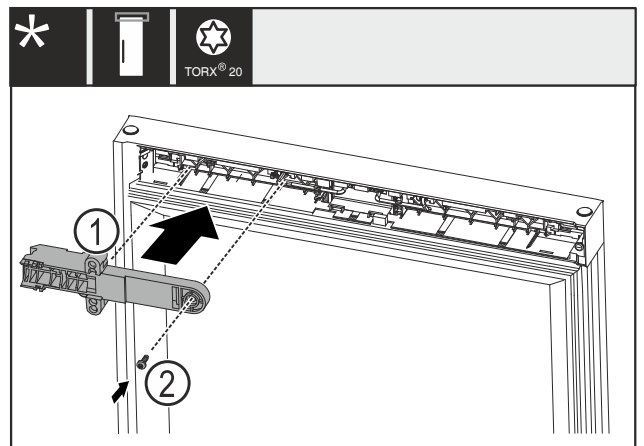

Fig. 23
- Slothouder Fig. 23 (1) 180° draaien en op de tegenoverliggende zijde monteren.
- Slothouder Fig. 23 (1) met schroef Fig. 23 (2) bevestigen.